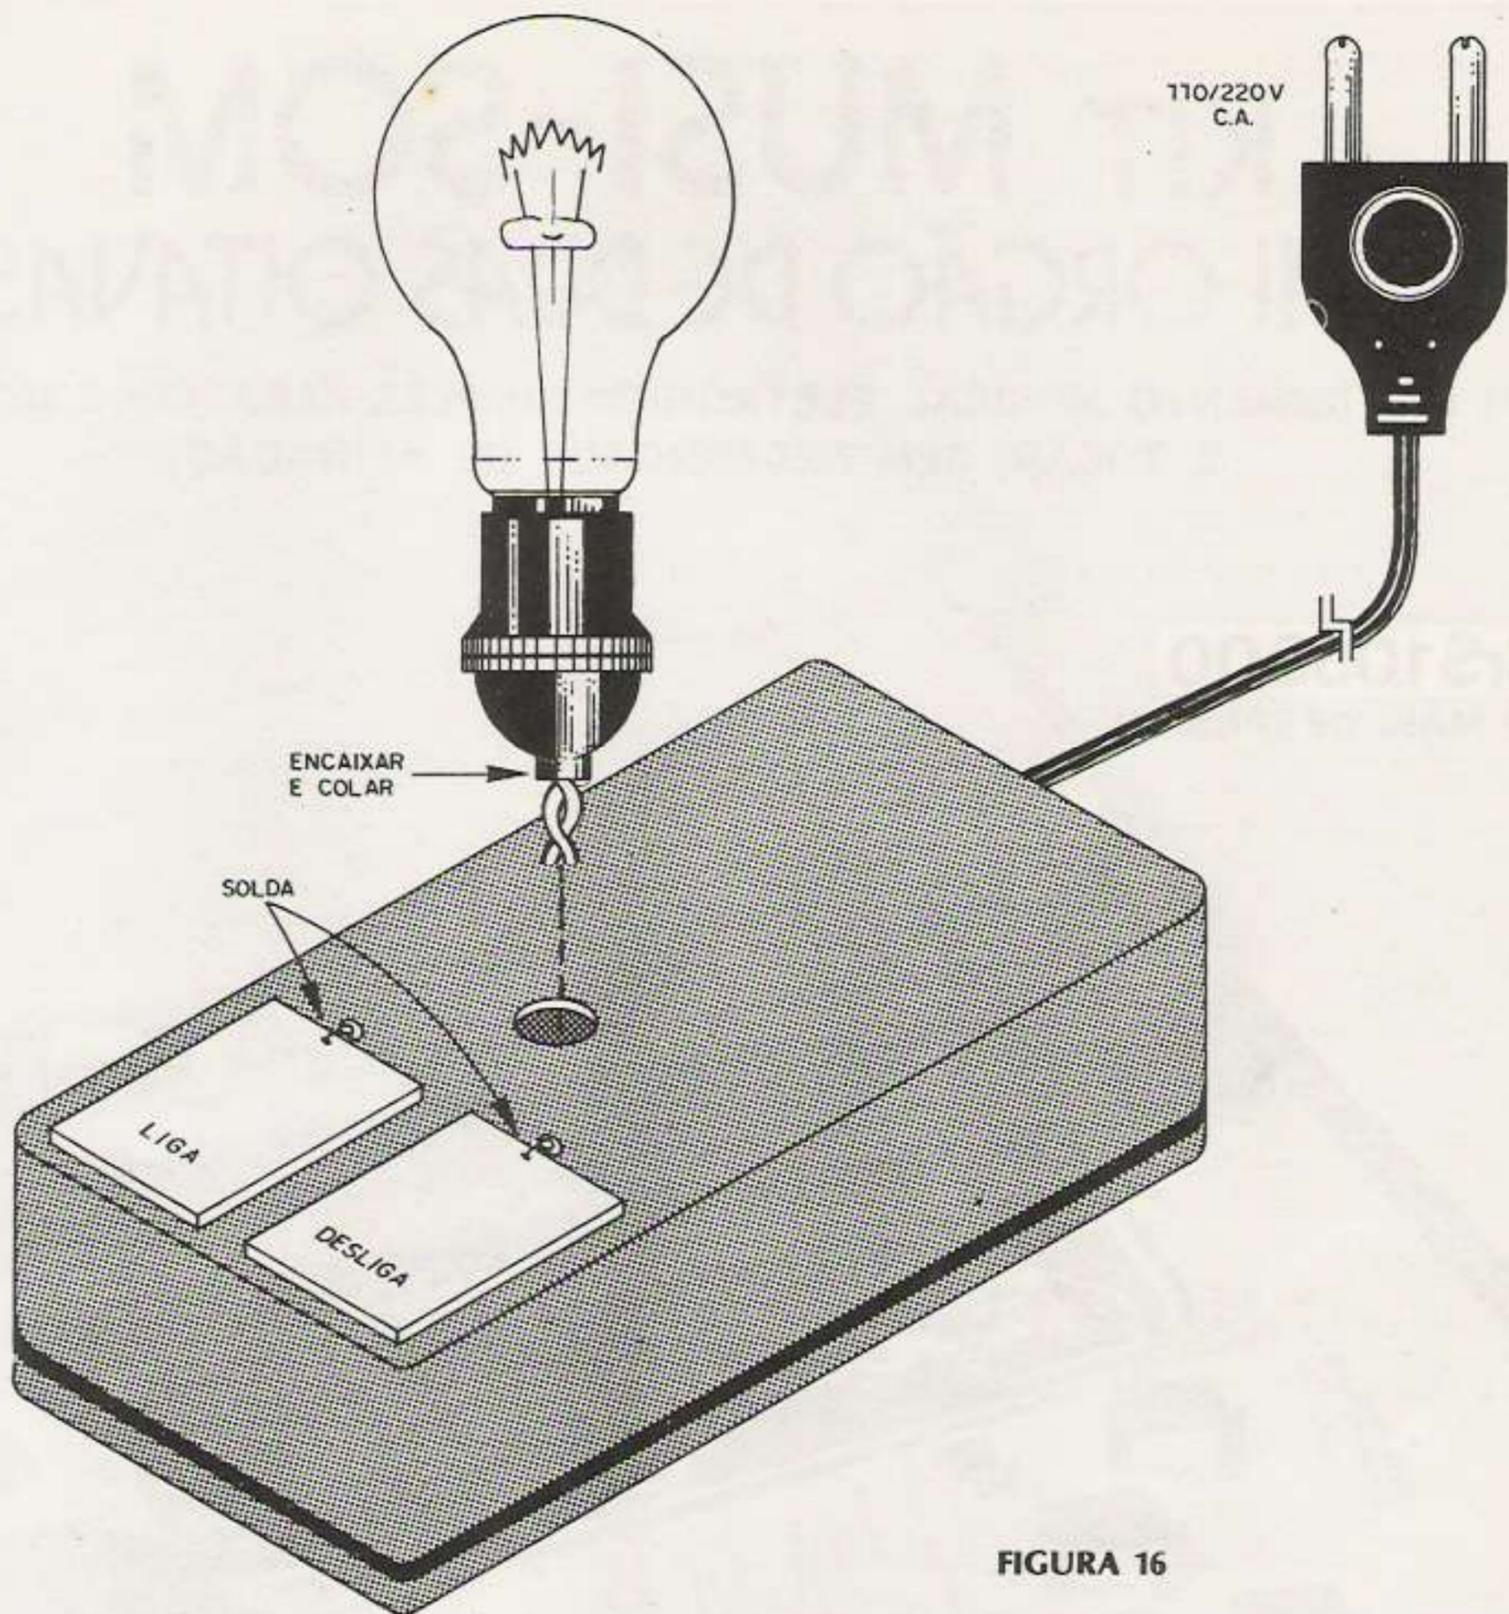

FIGURA 16
b) Na figura 16 damos a nossa versão para a lâmpada de toque mágica usada como luz de cabeceira. A caixa que foi usada como base tem 7 x 4 x 13,5 cm e é de plástico. Um efeito muito interessante pode ser obtido se as palavras "liga" e "desliga" forem gravadas no cobre da placa de circuito impresso que forma o elemento sensível.